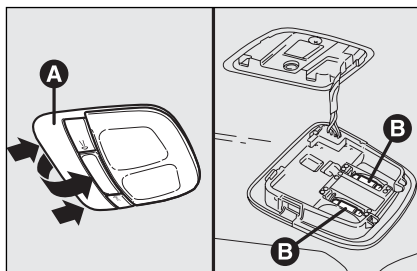

fig. 46
- ☐ quite las lámparas de techo **A-fig. 46** haciendo palanca en los puntos indicados por las flechas (en correspondencia a las patillas de fijación);